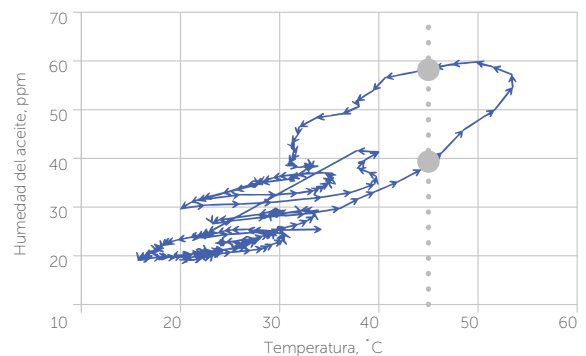

Figura 5. Dinámica de la humedad: histéresis\*\*
4. Como el tiempo de difusión del agua es más rápido desde el papel al aceite que viceversa, es posible alcanzar en un mismo transformador varios valores de PPM muy diferentes para una misma temperatura del aceite, incluso con algunos días de diferencia (véase la figura 5).